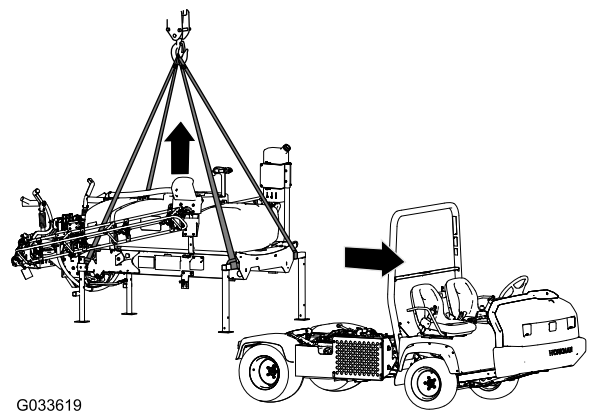

Bild 132
1. Senken Sie die Ausleger auf ca. 45° ab und schwenken Sie sie nach vorne (Bild 132).
5. Befestigen Sie die Hebevorrichtung an den horizontalen Rohren der vorderen Stützböcke und der vertikalen Strebe der hinteren Stützböcke (Bild 132).
7. Heben Sie das Behältergestell so weit an, dass das Gestell nicht die Maschine berührt (Bild 132).